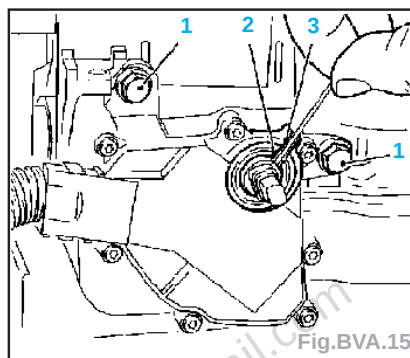

Fig.BVA.15
- Commutateur de mode (Fig.BVA.15) :